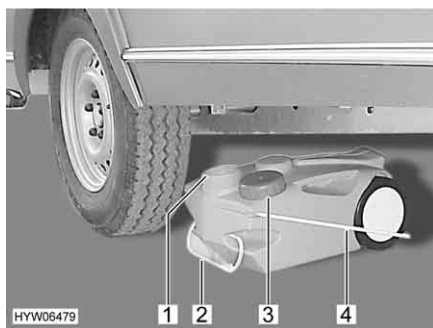

Fig. 183 Réservoir d'eaux usées, mobile
- Fermer l'ouverture du réservoir d'eaux usées (Fig. 183,1) à l'aide du couvercle (Fig. 183,3).
- Retirer le réservoir d'eaux usées par la poignée (Fig. 183,2).
- Rabattre la poignée de manutention (Fig. 183,4) vers le haut et placer le réservoir d'eaux usées.